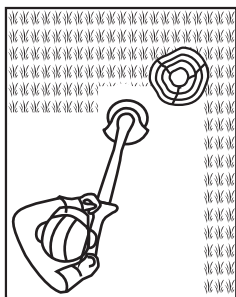

Fig. 21
4. Gire el protector de plantas (13) a la posición de corte para evitar que el dispositivo de corte entre en contacto con objetos duros como paredes y bordillos (Figs. 21, 22).